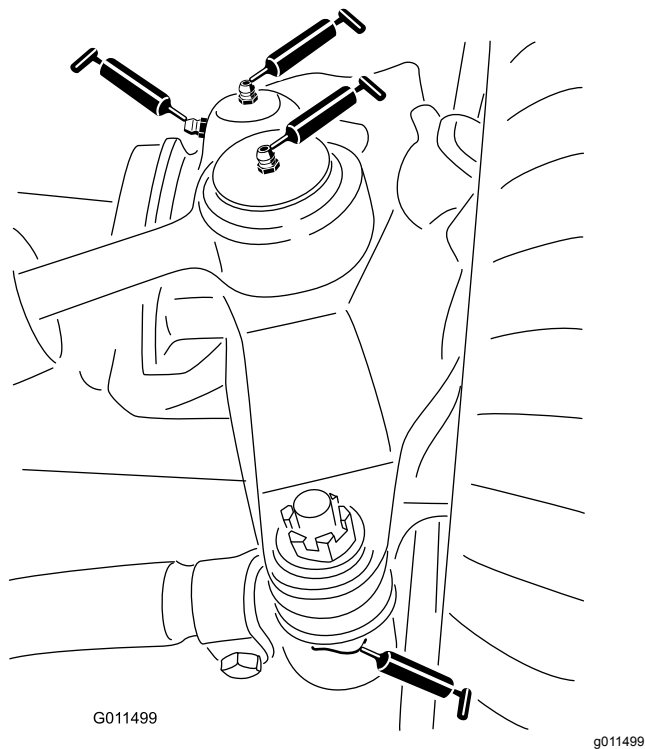

Figure 62
- Rotules de vérin de direction (2) (Figure 62)
- Rotules de biellettes (2) (Figure 62)
- Bagues de pivots de fusées (2) (Figure 62).